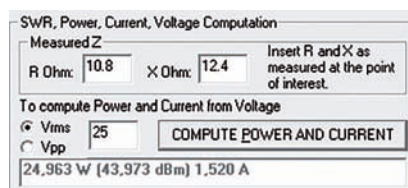

Figura 11 - Il controllo della tensione (e della corrente) che si raggiungono all'uscita dell'accordatore con 25 W.
2) Calcolare tramite la sezione sinistra di HRC, dopo avere inserito i valori dell'impedenza appena misurata, con quale potenza si raggiunge la tensione massima che si vuole far vedere alla sonda per non danneggiarla. Nel mio caso volevo essere sicuro che la tensione misurata non superasse i 25 Vrms e la potenza massima da utilizzare è risultata di 25W come visibile in figura 11.